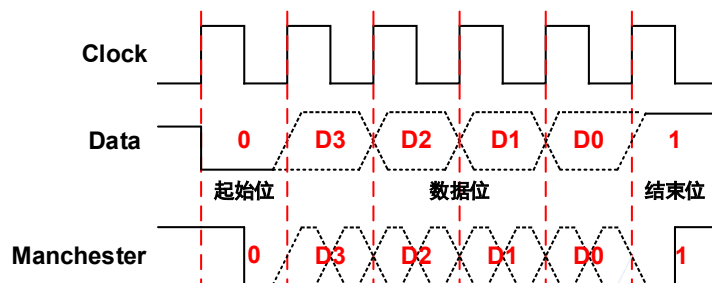

图 3 扩展功能波形
- 3) 给串行数据增加起始位和结束位，其中起始位为“0”，结束位为“1”，起始和结束位同样要编码成曼切斯特码，波形图参看图 3（扩展部分，选作）